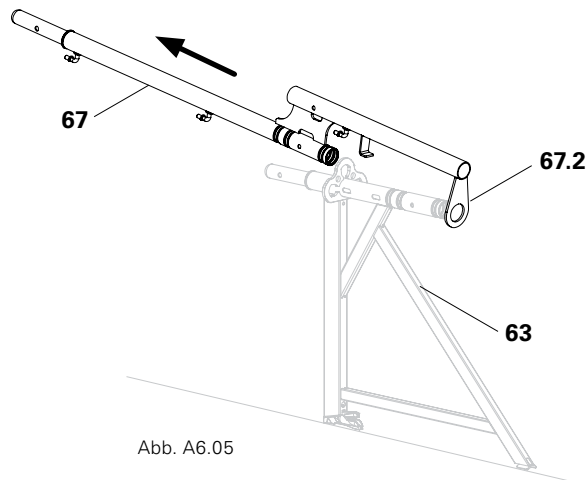

Abb. A6.05
1. Lasche (67.2) des Schutzwandpfostens EPS (67) auf unteres Rohrende der Konsole (63) aufschieben. (Abb. A6.05)